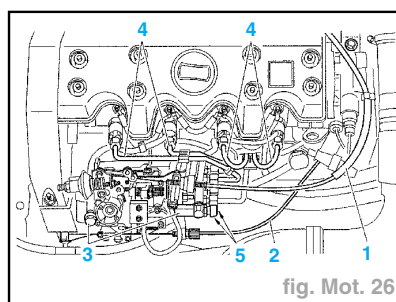
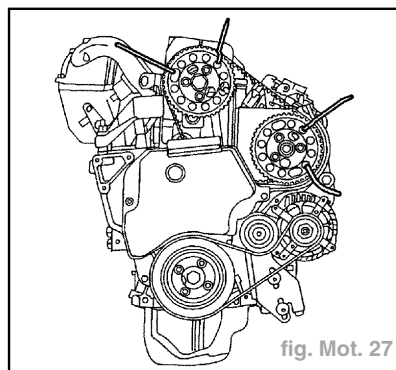

fig. Mot. 26
fig. Mot. 27
- Désaccoupler (fig. Mot. 26) :
- le câble d'accélérateur (1),
- le câble du ralenti accéléré (2),
- les tubes d'arrivée et de retour de carburant (3),
- les conduits (4) d'alimentation des injecteurs.
- Immobiliser la courroie sur les poulies de la pompe d'injection et d'arbre à cames (utiliser les colliers plastiques) (fig. Mot. 27).
- Immobiliser la courroie sur les poulies de la pompe d'injection et d'arbre à cames (utiliser des colliers plastiques) (fig. Mot. 27).